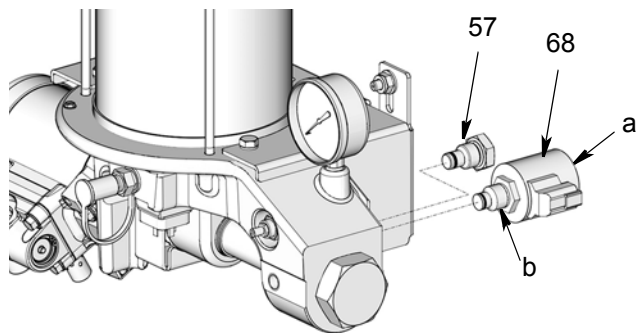

图 5
3. 从泵底座 (2) 拆下插头 (57) (图 5)。
4. 将阀芯 (68) 装入泵底座 (图 5)。用 4 到 5 英尺磅 (5.42 至 6.78 N•m) 的扭力拧紧盘螺母 (a)。用 16 到 20 英尺磅 (21.69 至 27.12 N•m) 的扭力拧紧芯螺母 (b)。